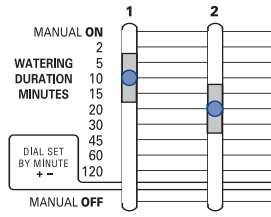

Figura 10: Interruttori mobili Watering Duration (Durata irrigazione) impostati su 10 e 20 minuti.
- Spostare ciascun interruttore sull'ora corrispondente a quella che si desidera configurare per ciascuna stazione (l'ora può essere impostata su un intervallo compreso tra 2 e 120 minuti) [Vedere la Figura 10]